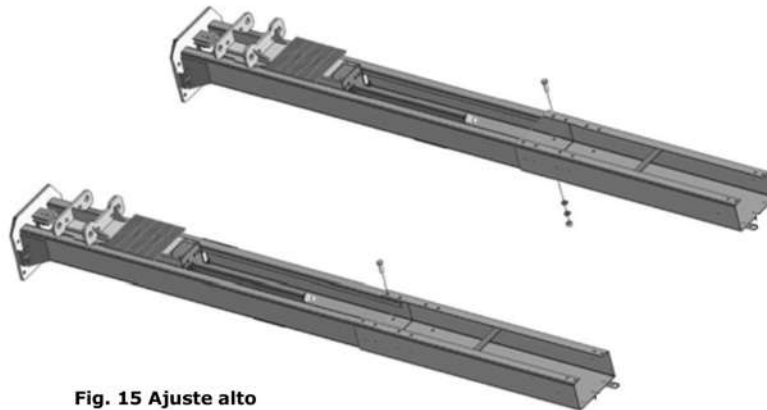

Fig. 15 Ajuste alto
2. Para ajuste alto, conecte o orifício inferior das colunas de extensão (ver Fig. 15)